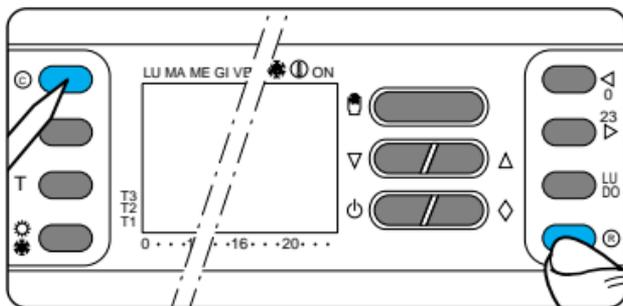

Fig. 14
**En cualquier caso, tras haber introducido las pilas por primera vez, pulse al mismo tiempo los botones C y R (fig. 14).**